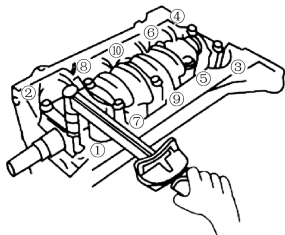

图 1-78 拆卸主轴承盖
1) 按规定顺序松开主轴承盖螺栓, 由两边向中间分次均力拆卸, 如图 1-78 所示。